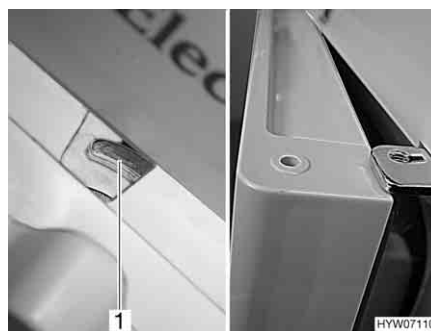

Fig. 155 Porta del frigorifero in posizione di ricircolo dell'aria (serie Dometic 7)
- Spostare il dispositivo di bloccaggio completamente verso destra. La porta del frigorifero è bloccata con l'ausilio dell'arresto della porta (Fig. 155,1). In questo modo la porta del frigorifero rimane ferma in posizione socchiusa (Fig. 155).